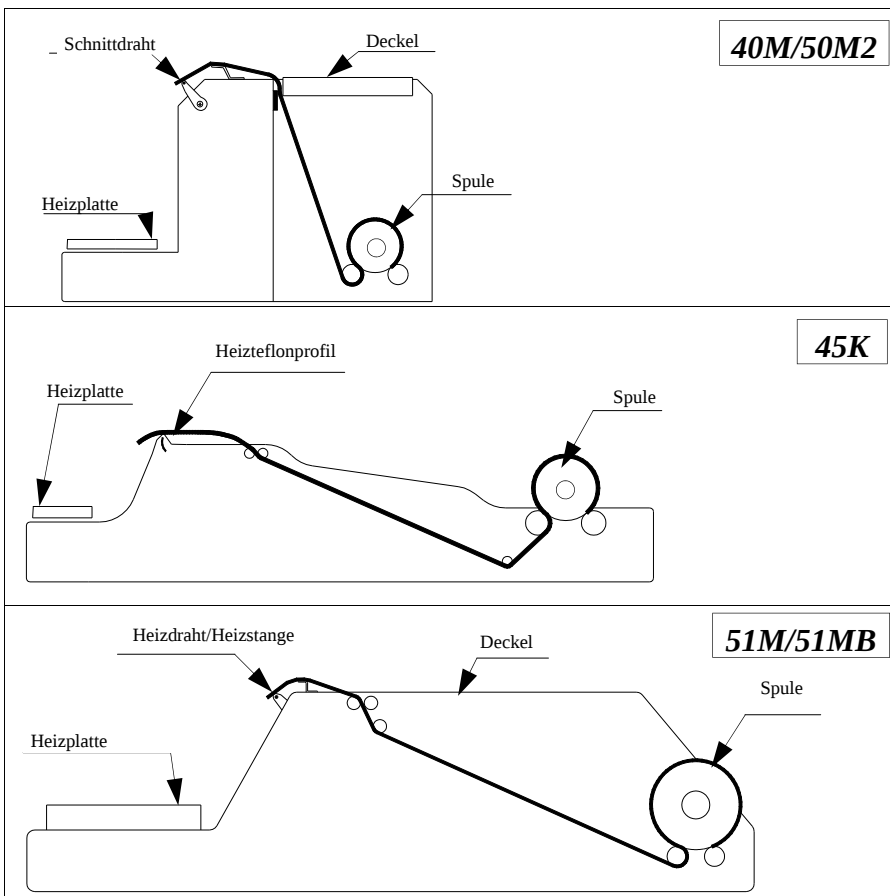

ABB. Nr. 9 - Einlegen des Vitafilms
3. Die Vitafilmspule zwischen die Walzen einlegen (siehe ABB. Nr. 9);